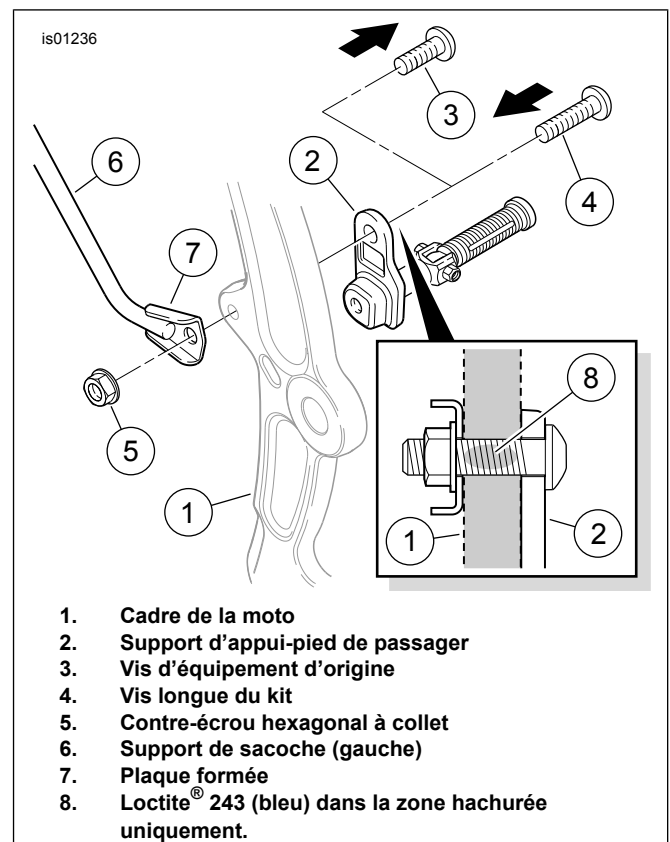

Figure 1. Support de sacoches inférieur avant (côté gauche)
1. Voir la Figure 1. Utiliser un embout T-50 Torx® pour retirer la vis de 22 mm (7/8 po) de long (3) attachant l'appui-pied de passager gauche et le support d'appui-pied (2) au cadre de la moto (1). Jeter la vis.
- a. le support de sacoches inférieur gauche (6);
- b. la vis à tête bombée de 38 mm (1 1/2 pouce) de long (7); et
- c. le contre-écrou hexagonal à épaulement de grand diamètre (8).
3. Voir la Figure 1. Introduire la **nouvelle** vis Torx (4) du kit dans le trou du support d'appui-pied (2), puis enduire avec quelques gouttes de Loctite® 243 (bleu) (vendu séparément) la partie du filetage de vis (8) qui pénétrera dans le trou fileté du cadre de la moto.